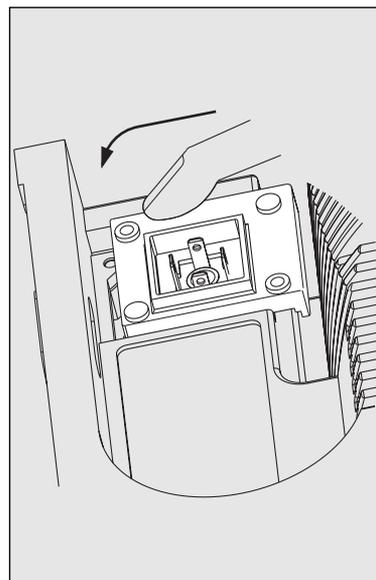

Abb. 18
- ▶ Die Relaisplatine mit der oberen Ecke der Unterkante entlang der Schiene am Pumpenboden durch die Ausbruchöffnung einschieben, bis der Kontakt der Relaisplatine in den Kontakt der Steuerungsplatine gerutscht ist (siehe Abb. 18: Test: Lässt sich das Platinenende nicht mehr hin- und herbewegen?).